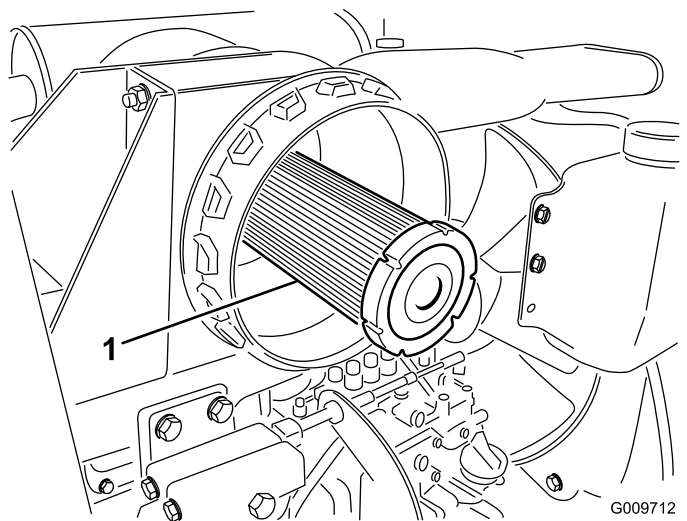

Figura 82
**Importante:** No intente nunca limpiar el filtro de seguridad (Figura 82). Sustituya el filtro de seguridad después de cada tres revisiones del filtro primario.